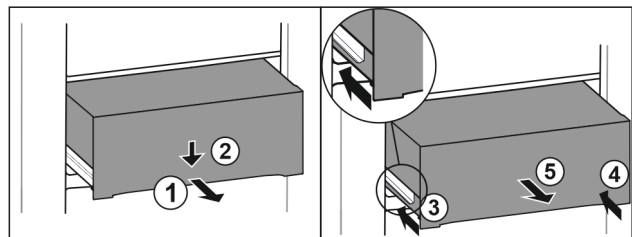

Fig. 134
- Tirer le tiroir jusqu'à mi-chemin. Fig. 134 (1)
- Appuyer sur l'avant du tiroir vers le bas. Fig. 134 (2)
- Insérer le rail gauche d'env. 2 cm. Fig. 134 (3)
- Insérer le rail droit d'env. 2 cm. Fig. 134 (4)
- Retirer le tiroir par l'avant. Fig. 134 (5)